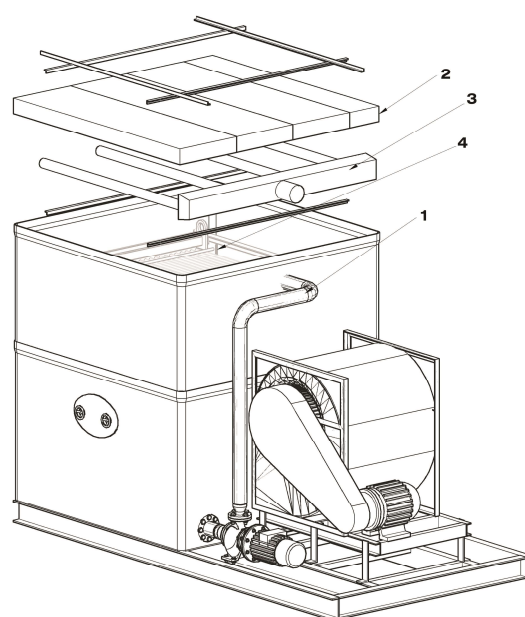

Fig. 12
1. Remove the distribution (fig. 12/3) set and the drift eliminator (fig. 12/2).
3. Remove the coil. (fig 12/4).
1. Démonter l'assemble de distribution (fig. 12/3) et le séparateur de gouttelettes (fig. 12/2)..
3. Démonter la batterie (fig. 12/4).
1. Desmontar el conjunto de distribución (fig. 12/3) y el separador de gotas (fig. 12/2).
3. Desmontar el serpentín (fig. 12/4).